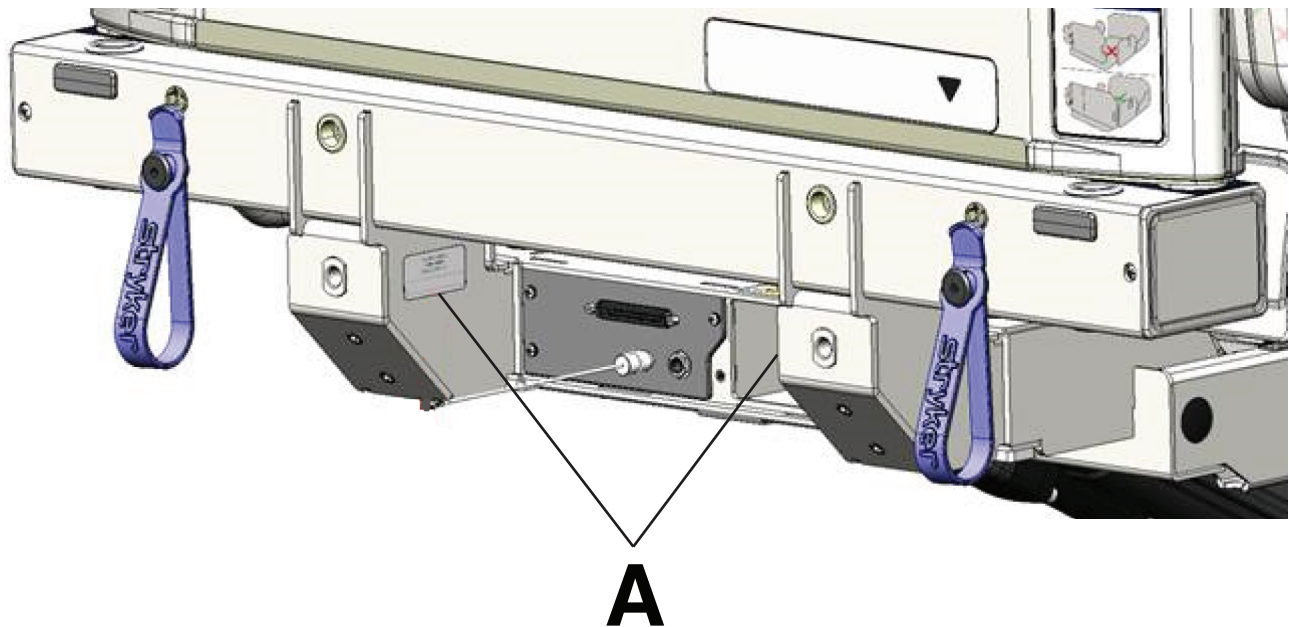

Figure 1 – Emplacement du numéro de série - vue de l'opérateur
Le numéro de série (A) se trouve au-dessous de la tête de lit, du côté tête du lit (Figure 1).